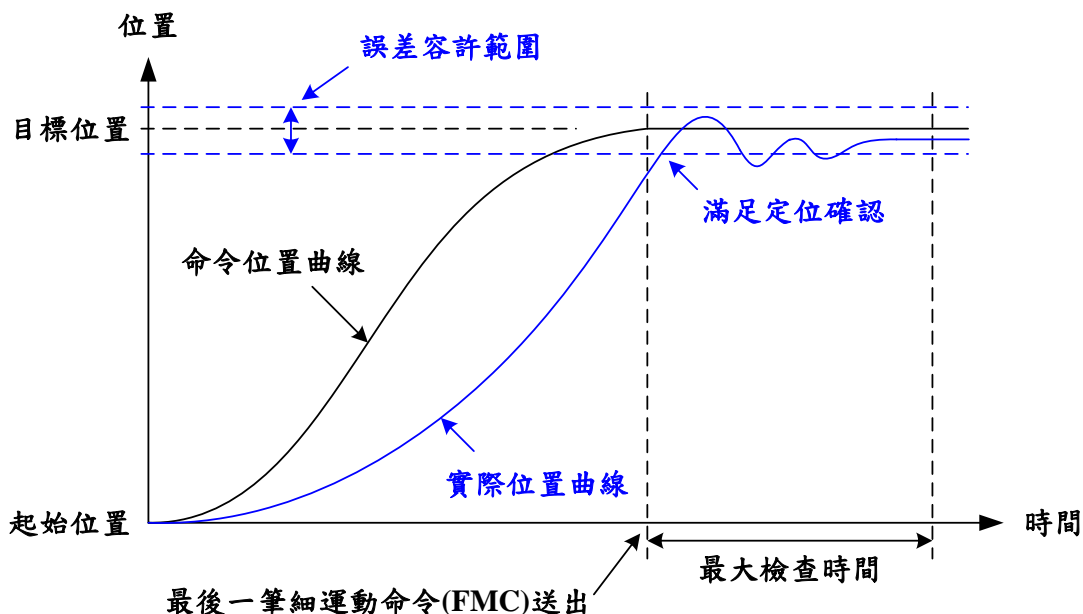

Figure 2.7.2 IPM\_ONETIME\_BLOCK 模式定位成功示意圖
當 Group 中各軸的位置誤差皆小於或等於定位誤差容許範圍 (可以利用 `MCC_SetInPosToleranceEx()` 設定之，單位為 UU)，即滿足此模式定位條件 (參考 Figure 2.7.2)。
2. 系統一旦判定定位確認成功，則不再進行定位確認判斷(表示會保持在定位成功的狀態，即使實際位置又離開定位容許範圍，參考 Figure 2.7.2)，直到有新的運動命令下達。